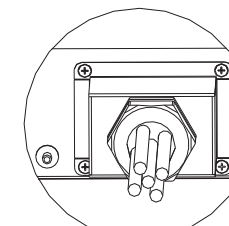

图4.3
3、盖上防护壳，拧紧壳上的四颗螺丝及黑色塑料螺母，如下图4.3所示：